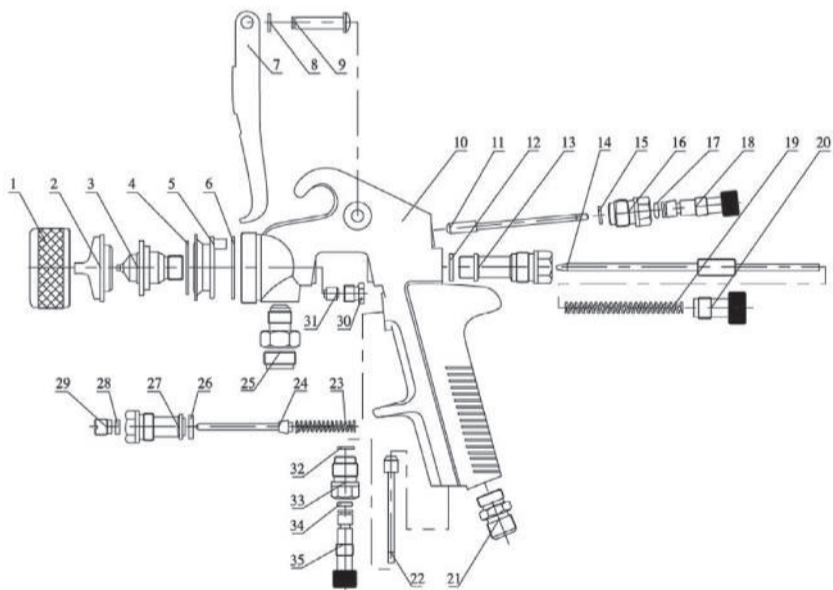

Рис. 1
СХЕМА КРАСКОПУЛЬТА (Рис. 1)
- Для регулировки ширины и формы факела, поверните соответствующий регулятор (№18, Рис.1). При необходимости форму факела можно изменить с овальной на круглую.
- Для регулировки соотношения подачи воздуха и материала, поверните регулятор подачи воздуха (№35, Рис.1) и/или регулятор подачи материала (№20, Рис.1) до нужного положения. Во время работы ни в коем случае не выкручивайте регуляторы полностью.
• ПЕРЕД РАЗБОРКОЙ, ЧИСТКОЙ ИЛИ СЕРВИСНЫМ ОБСЛУЖИВАНИЕМ КРАСКОПУЛЬТА ОБЯЗАТЕЛЬНО ПРЕКРАТИТЕ СООТВЕТСТВУЮЩИМИ РЕГУЛЯТОРАМИ ПОДАЧУ ВОЗДУХА К КРАСКОПУЛЬТУ (№35, Рис.1) и ПОДАЧУ ЛАКОКРАСОЧНОГО МАТЕРИАЛА В НЁМ (№20, Рис.1), ПОСЛЕ ЧЕГО СБРОСЬТЕ ДАВЛЕНИЕ В ВОЗДУШНЫХ КАНАЛАХ КРАСКОПУЛЬТА НАЖАТИЕМ НА ЕГО КУРОК (№7, Рис.1).